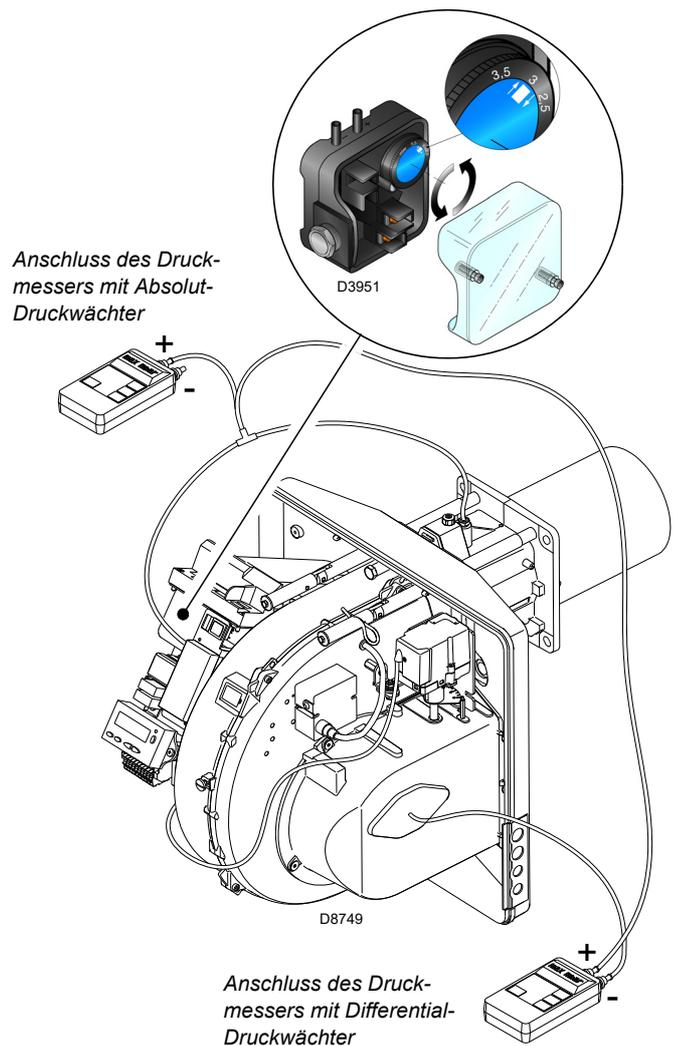

Abb. 30
- Regeln Sie den Luftdruckwächter (Abb. 30 auf Seite 31) auf den Skalenanfang.
Die Einstellung des Luftdruckwächter (Abb. 30) nach Durchführung aller anderen Einstellungen des Brenners mit auf erster Stufe eingestelltem Luftdruckwächter ausführen.
Der Anschluss des Druckmessers ist in Abb. 30 angeführt. Die Standardkonfiguration ist die des absolut angeschlossenen Luftdruckwächters. Man beachte das Vorhandensein eines nicht mitgelieferten "T"-Anschlusses.
Bei einigen Anwendungen mit starkem Unterdruck verhindert der Anschluss des Druckwächters dessen Umschalten. In diesem Fall ist es notwendig, den Druckwächter differential anzuschließen, indem eine zweite Leitung zwischen Luftdruckwächter und Saugleitungsöffnung des Gebläses angebracht wird. Dann muss auch der Druckmesser differential angeschlossen werden, d.h. wie in Abb. 30 gezeigt.